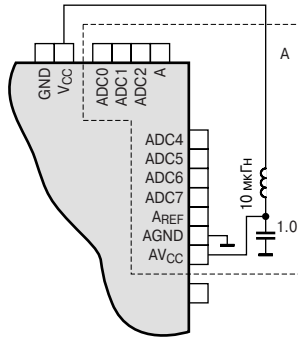

Рис. 8.6. Подключение цепей питания АЦП
3. Вывод AV_{CC} должен быть подключен к источнику питания V_{CC} через LC -фильтр, как показано на **Рис. 8.6** (расположение выводов показано условно).